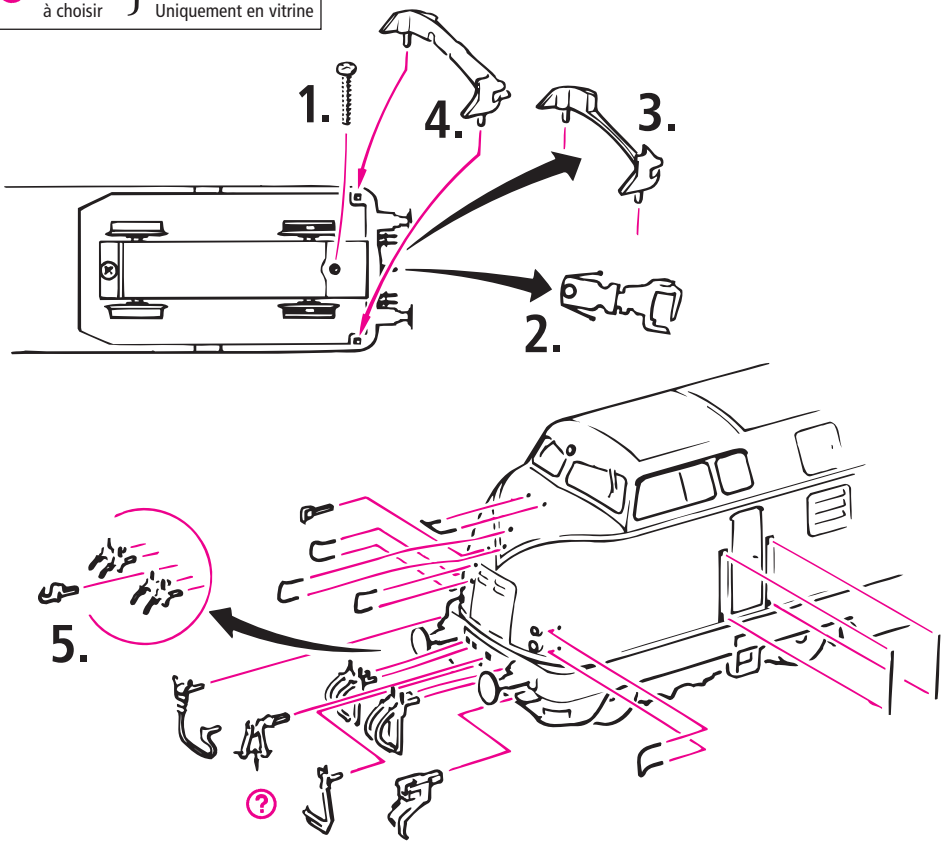

Fig. 3
1. Reinigung der Radstromkontakte: Radstromkontakte können auf unsauberen Schienen leicht verschmutzen. Bitte **entfernen Sie vorsichtig** mit einem kleinen Pinsel **den Schmutz** an den in Fig. 3 gekennzeichneten Stellen.
Les lames de contact risquent de s'encrasser rapidement sur des voies poussiéreuses. Veuillez **enlever la poussière** aux endroits marqués à la fig. 3.
1. Cleaning of wheel contacts: Wheel contacts easily get dirty on tracks which are not entirely clean. Use a small brush to **remove dirt** from spots marked in fig. 3.